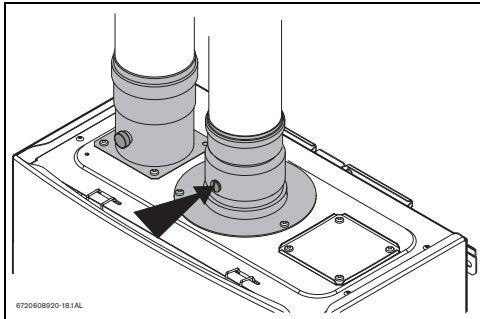

Fig. 38 Punto de medición
- ▶ Retirar el tornillo del accesorio de evacuación, consultar la Fig.38.